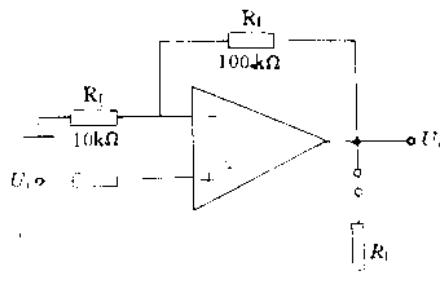

图 2-2
实验电路如图 2-2 所示。
- 测量图 2-2 电路的 R_{if} 时, R_s 的阻值仍用上题选取的结果可以否? 为什么?